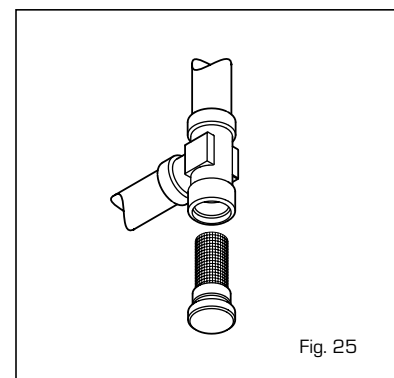

Fig. 25
4.7.1 Limpieza del filtro "Aqua Guard" (fig. 25)